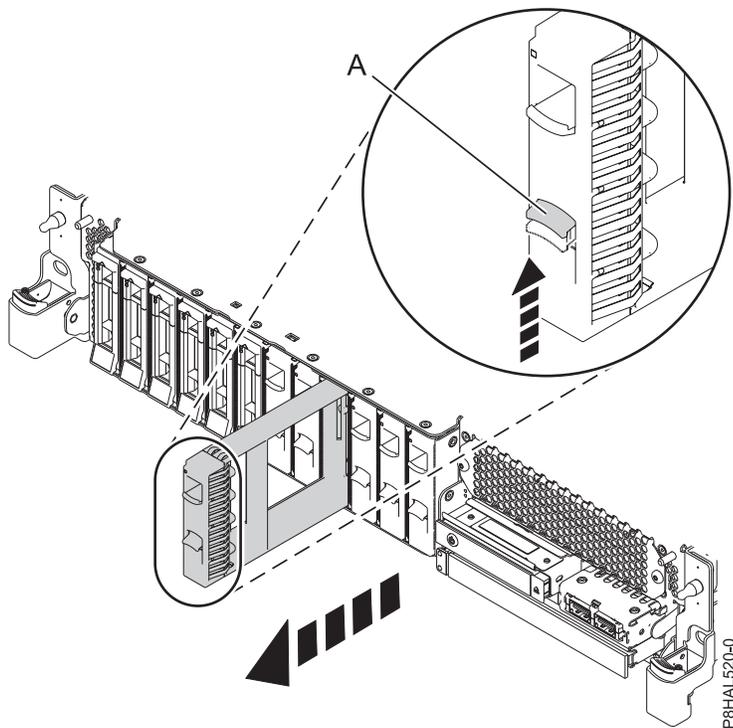
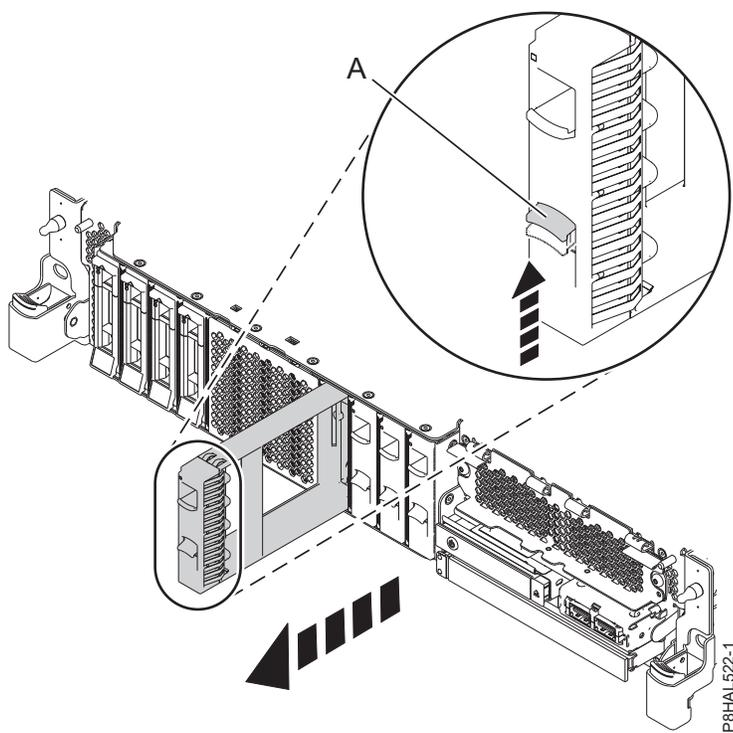

Figura 100. Extracción de un panel de relleno de unidad de disco de un sistema de función base
Figura 101. Extracción de un panel de relleno de unidad de disco de un sistema de función ampliada
3. Empuje el pestillo (**A**) en el asa del panel de relleno en la dirección que se muestra en la Figura 100 en la página 104 y la Figura 101 en la página 104.